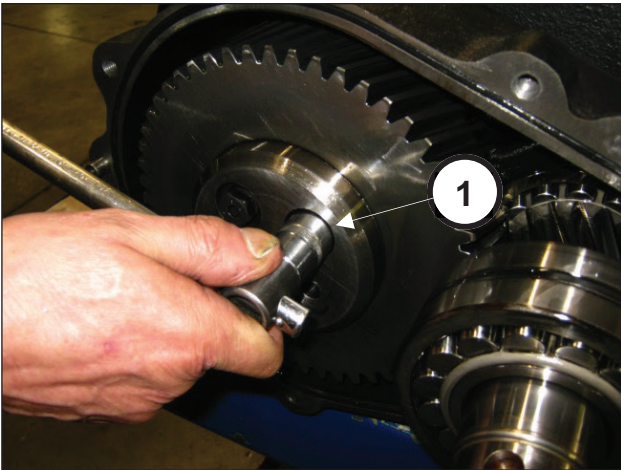
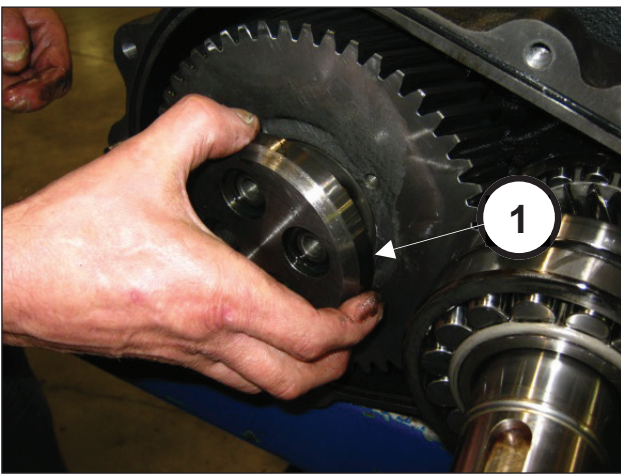

Abb. 10
Abb. 11
Nach beendetem Vorgang den Getriebedeckel abnehmen. Lösen Sie die Befestigungsschrauben des Zahnkranzhalters (Pos. ①, Abb. 10) und entfernen Sie den Halter (Pos. ①, Abb. 11).